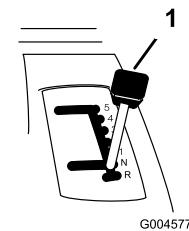

Bild 12
3. Stellen Sie den Fahrgeschwindigkeitshebel auf Neutral (Bild 12).